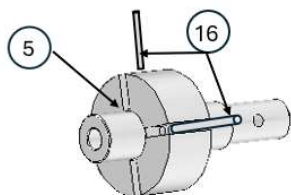

Figura 12
- 4- Inserire le due spine (16) nei fori posti a 90° sul rotore (5) (Figura 12).